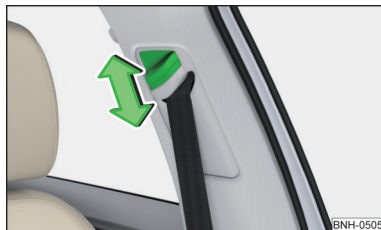

Fig. 5
- » Presionar el herraje de inversión y desplazarlo en la dirección deseada » fig. 5.